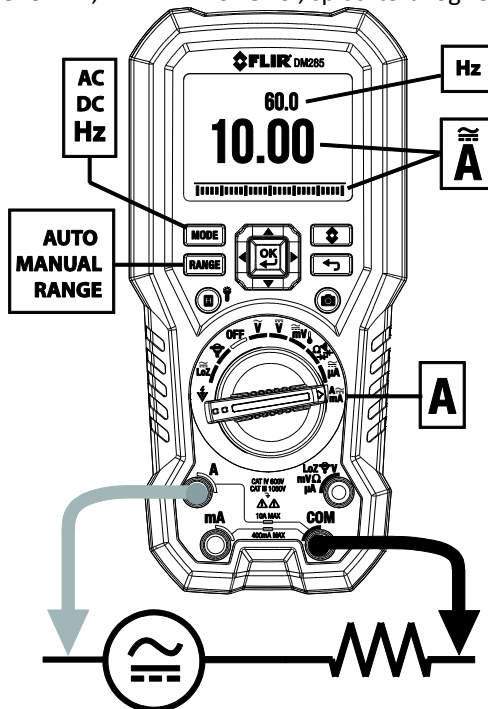

Fig. 9-9 'A'-målinger af høj strøm
4. Tilslut prøvespidsledningerne serielt til delen i henhold til Fig. 9-8 og Fig. 9-9 ved 'A'-målinger, Fig. 9-10 ved mA-målinger eller Fig. 9-11 ved  $\mu\text{A}$ -målinger.